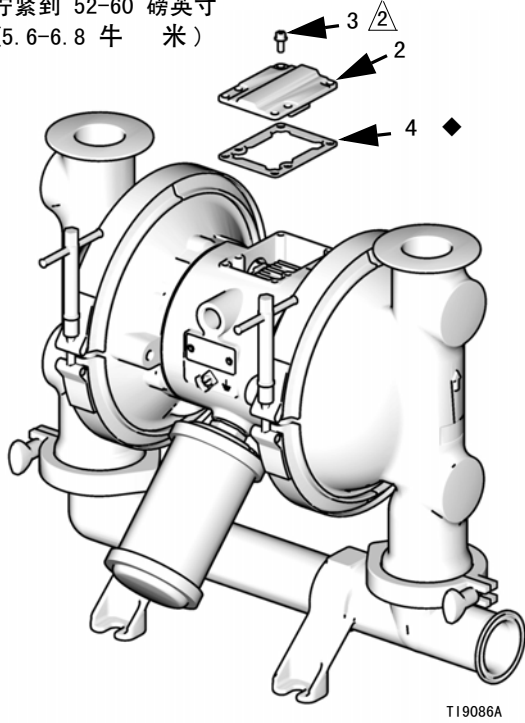

图 5
2. 用梅花头 (T20) 螺丝刀或 7 毫米 (9/32 英寸) 套筒扳手，卸下 6 个螺钉 (3)、空气阀盖 (2) 和密封垫 (4)。见图 5。
10. 将阀密封垫 (4 ) 和阀盖 (2) 与中心机壳 (1) 上的 6 个孔对准。使用梅花头 (T20) 螺丝刀或 7 毫米 (9/32 英寸) 套筒扳手将其用 6 个螺钉 (3) 固定。用 52-60 磅英寸 (5.6-6.8 牛 米) 的扭力拧紧。见图 5。